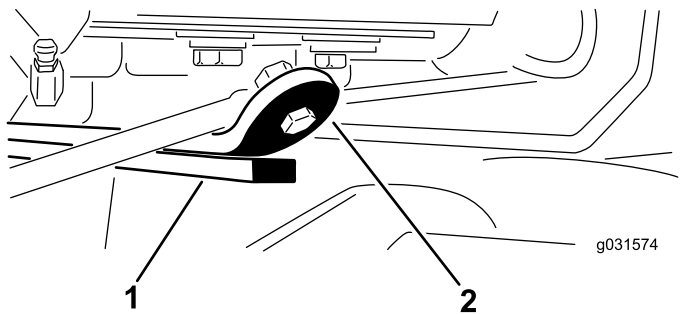

Figure 16
3. Démarrez le moteur, levez les unités de coupe et vérifiez que l'écartement entre le segment d'usure sur le dessus de la barre d'usure de l'unité de coupe arrière et la bride de butée est compris entre 0,51 et 2,54 mm, comme montré à la Figure 16.